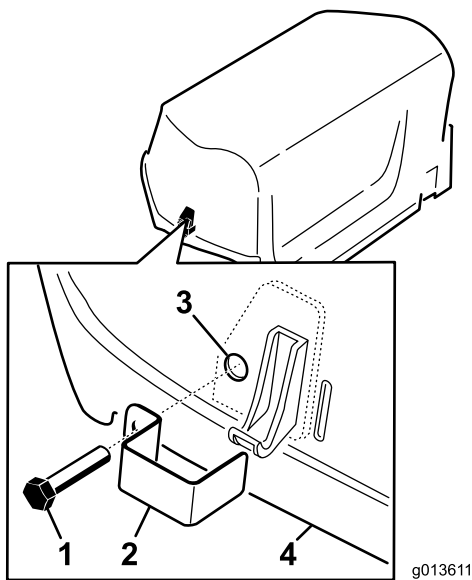

Figura 7
1. Montate un dispositivo di chiusura sui fermi sinistro e destro del cofano con un bullone senza dado (due in tutto) (Figura 7).
2. Mediante una pinza o una chiave regolabile montate una rondella di sicurezza interna su ogni bullone (1-2 filetti) per fissare il bullone (Figura 7).